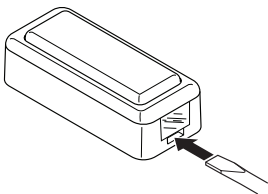

Figure 1 - Retrait de la partie arrière du bouton-poussoir
1. À l'aide d'un petit tournevis, poussez la languette sur le dessous du bouton-poussoir pour retirer la partie arrière (voir la Figure 1).